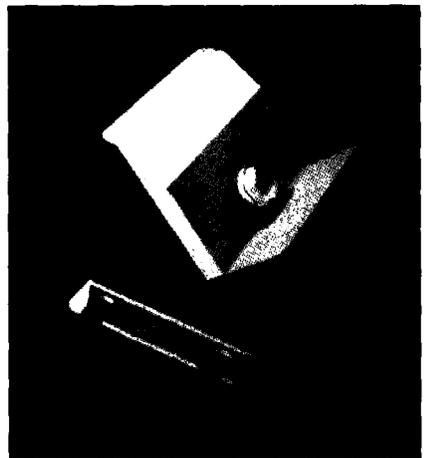

Рис. 13.14. Установка ограничений фокуса в камере создает блюр (размытость) в отдельных частях изображения
7. Используя инструмент **Визуализация изображения**, сделайте рендеринг с измененной камерой. См. результат на рис. 13.14.